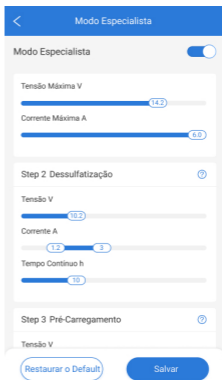

Figura 3.3.3
4. Se o Modo de DIY não puder satisfazer as suas necessidades, pode seleccionar o Modo Especialista. No qual, pode personalizar ainda mais o modo de carregamento. Satisfaça as suas necessidades de carregamento, definindo a tensão, corrente, duração e número de ciclos para cada etapa de carregamento. (Ver figura 3.3.3)